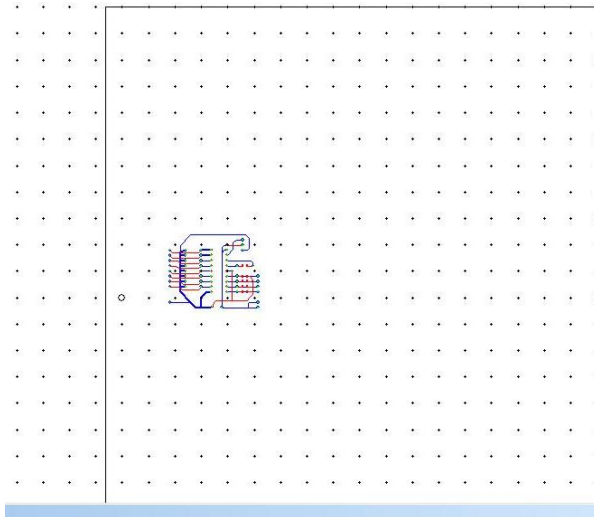

Figura 72. Pistas del circuito.
8. Automáticamente aparecerán las pistas del circuito importado. Como se muestra en la figura 72.